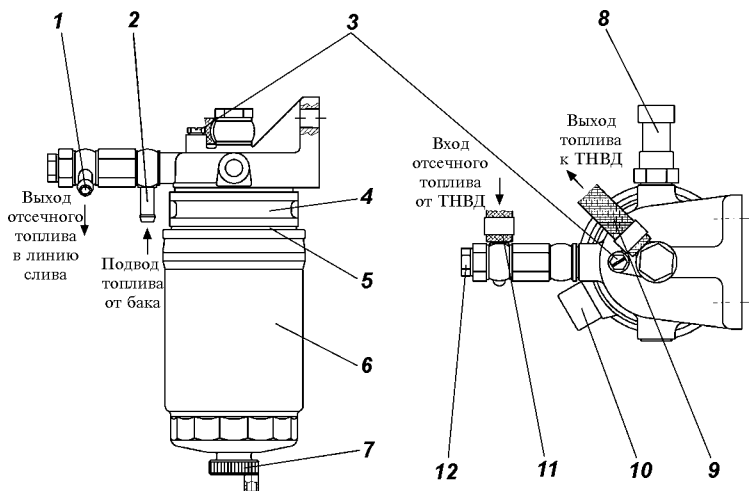

Рис. 20. Фильтр тонкой очистки топлива:
Фильтр тонкой очистки топлива (ФТОТ) (рис. 20) имеет важное значение для нормальной и безаварийной работы ТНВД и форсунок. Поскольку плунжер, втулка, нагнетательный клапан и элементы форсунок являются деталями прецизионными, топливный фильтр должен задерживать мельчайшие абразивные частицы размером 3-5 мкм. Важной функцией фильтра является также задержание и отделение воды, содержащейся в топливе. Попадание влаги во внутреннее пространство ТНВД может привести к выводу последнего из строя по причине образования коррозии и износа плунжерной пары. Задержанная фильтром вода собирается в отстойнике фильтра, откуда должна периодически удаляться через сливную пробку 7. Слив отстоя из ФТОТ производить **через каждые 5 000 км** пробега автомобиля.
Через каждые 5000 км пробега удаляйте отстой из фильтра (отверните пробку 7 (см. рис. 20), слейте отстой до появления струи чистого топлива и заверните пробку).
1. Отвернуть корпус с фильтрующим элементом 6 (см. рис. 20).